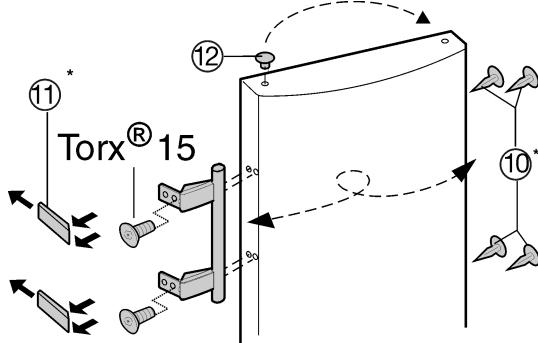

Fig. 8
- Витягніть пробки Fig. 8 (12) із втулок на дверцях і переставте їх.
- Зніміть пробки Fig. 8 (10), пластини Fig. 8 (11) та ручки і переставте на протилежний бік.